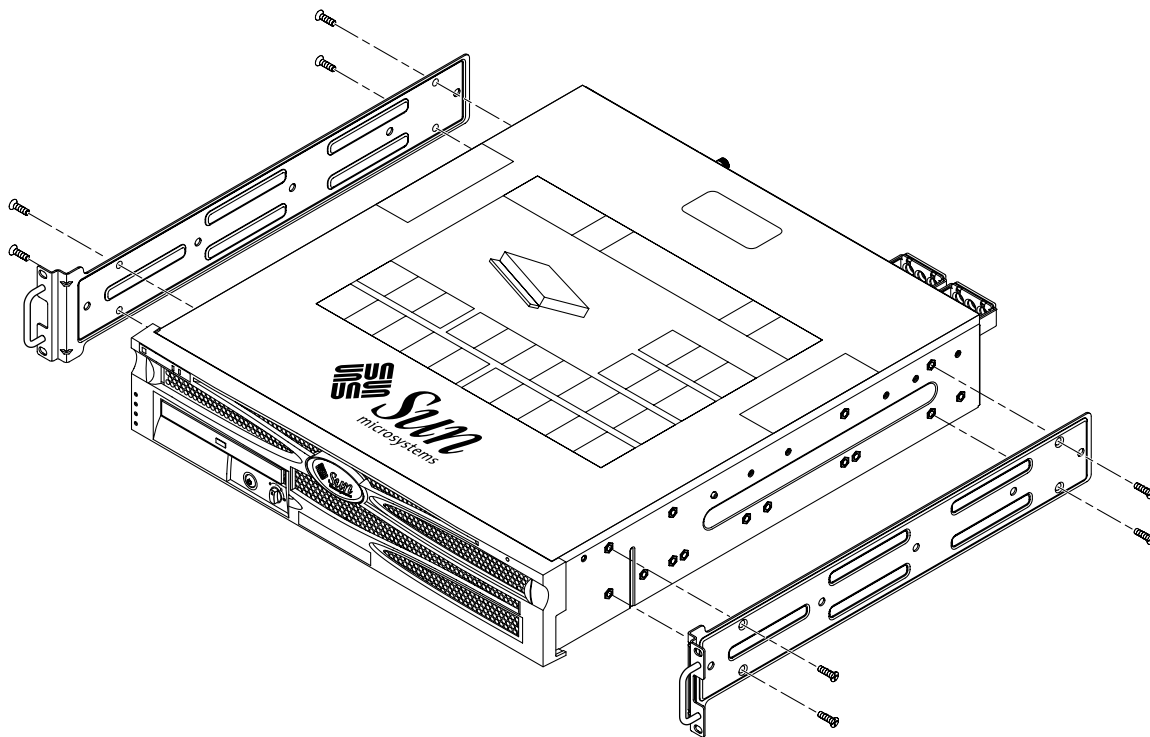

図 3-2 サーバーへのハードマウント固定部品の取り付け
2. 付属の M5×8 mm プラスの皿頭ねじを各固定部品に 4 本ずつ (合計 8 本) 使用して、ハードマウント固定部品をサーバーの側面に取り付けます (図 3-2 を参照)。